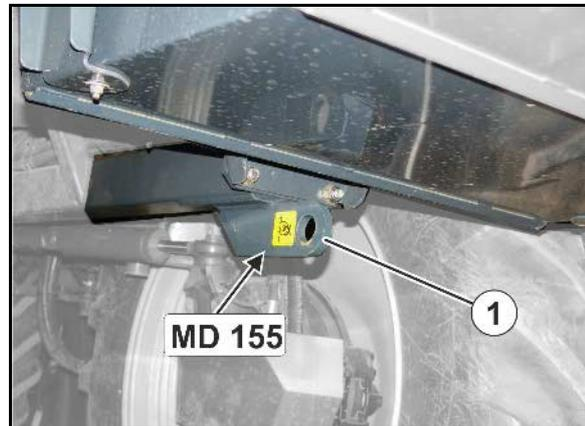

Fig. 4
- Ein Zurrpunkt vorn (Fig. 4/1)